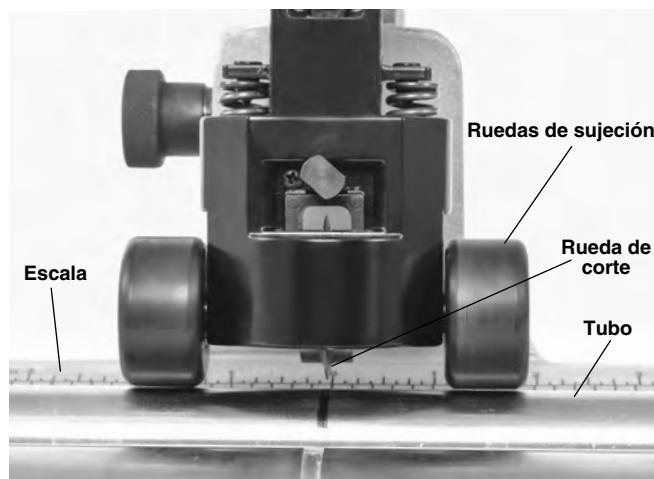

Figura 9 – Contacto entre las ruedas de sujeción y el tubo
- Haga avanzar el sistema de alimentación rápida hasta que las ruedas de sujeción estén en contacto con el tubo (*Figura 9*). Desplace el tubo hasta que la marca de corte coincida con la rueda de corte. Apriete el tornillo de alimentación para que la rueda de corte entre en contacto con el tubo. Una vez que la rueda de corte toque el tubo, haga girar el tornillo de alimentación una vuelta o una vuelta y media más para que el tubo quede agarrado. El tornillo de alimentación no debe avanzarse demasiado, ya que podría ovalar el tubo y aumentar la formación de rebabas.